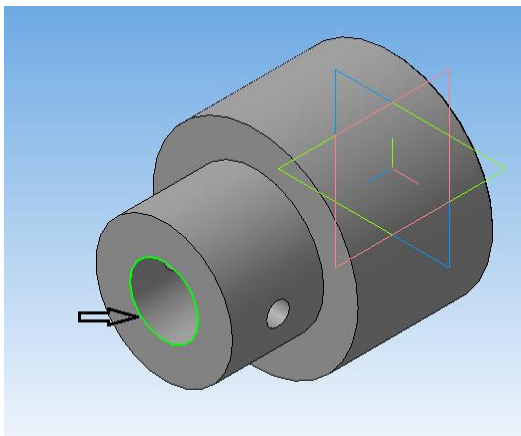

Рисунок 31.
12. Создайте новый эскиз и создайте окружность диаметром **D4** согласно вашему варианту с центром в начале координат (рисунок 31).